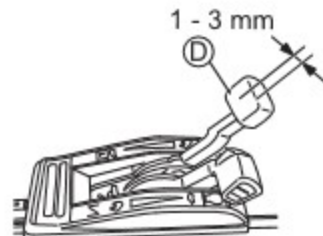

Fig. 15
Réglez le jeu du Levier de changement de vitesse (D) à 1 - 3 mm ainsi qu'illustré dans la Fig. 15.